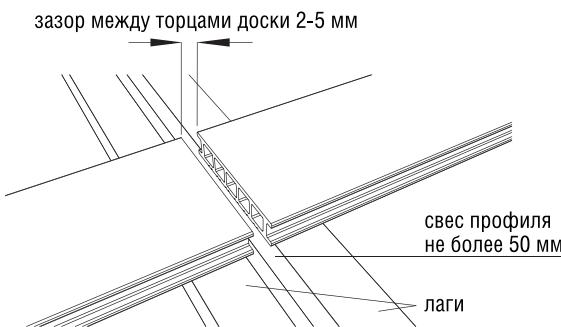

Рис. 8
- На каждый конец доски предусмотрите одну опорную лагу (рис. 8), свес профиля с лаги должен быть не более 50 мм.